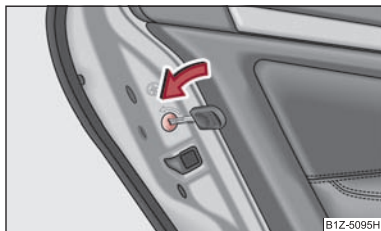

Fig. 24 Sigurana pentru copii de la portierele din spate
- Rotii cu cheia de contact fanta din portierele din spate în sensul săgeii ⇒ fig. 24.